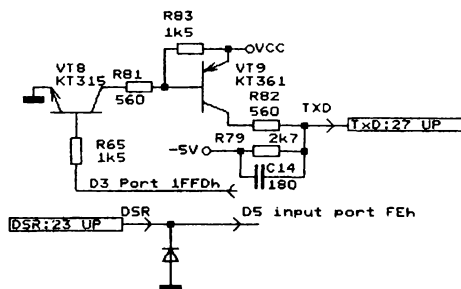

Рис. 1
D3 - используется для вывода по RS-232C (рис.1);
- DSR - вывод для приема данных по RS-232. На рис. 1 приведена схема выходного и входного каскадов интерфейса RS-232;